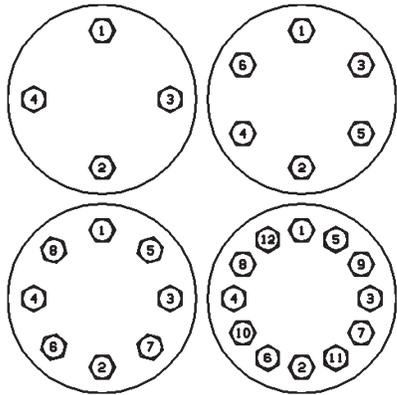

Figura 8: Sequência de torques
- Aplique graxa às roscas dos prisioneiros do corpo da válvula (6) e às superfícies de apoio das porcas do corpo (7).
- Monte as porcas do corpo (7) manualmente sobre os prisioneiros do corpo (6) e aperte uniformemente com as mãos, de modo que as peças internas fiquem presas no lugar. A face do castelo ou do flange do castelo deve estar paralela à superfície superior do corpo da válvula.
- Aperte as porcas do corpo (7) uniformemente, aplicando o torque nos incrementos e nas sequências definidas na tabela 2 e na Figura 8.